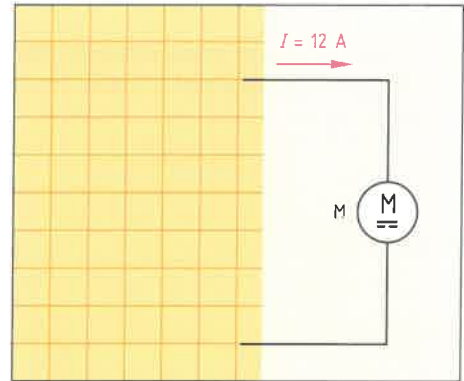

Bild 2: Stromversorgung Gleichstrommotor
9. Für einen Gleichstrommotor (**Bild 2**) werden 12 A benötigt, die aus zwei gleichen Spannungsquellen mit je 6 A zu entnehmen sind.
- Ergänzen Sie die Schaltung in **Bild 2**, um die Forderung zu erfüllen.
- Welche Bedingung lässt sich aus **Bild 2** für eine korrekte Parallelschaltung von Spannungsquellen ableiten?
- Welchen Strom würde der Motor (**Bild 2**) erhalten, wenn irrtümlicherweise eine Spannungsquelle umgepolt würde?